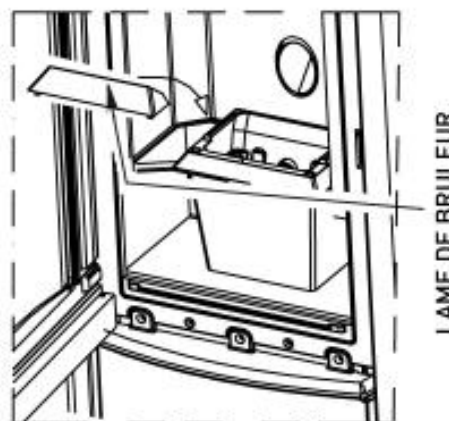

FIGURE 2
- **Tous les jours et à chaque fois que cela s'avère nécessaire :** nettoyer le brûleur (figure 2) et replacer la lame du brûleur